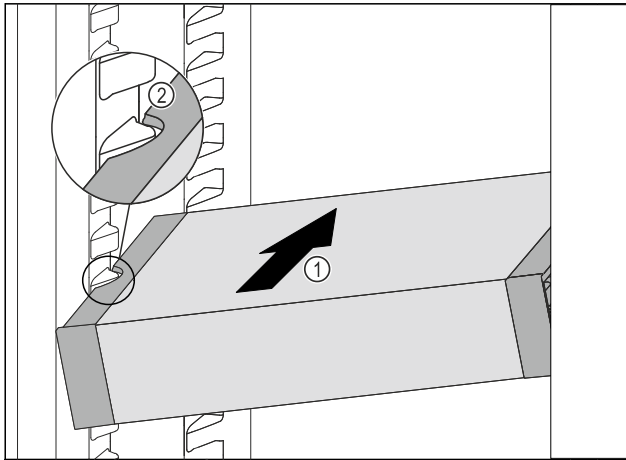

Fig. 129
- ▶ Työnnä VarioSafe vinossa asennossa jääkaappiosaan Fig. 129 (1), kunnes VarioSafen sivuilla olevat lovet Fig. 129 (2) ovat jääkaappiosassa olevien kotelokiilojen tasolla.